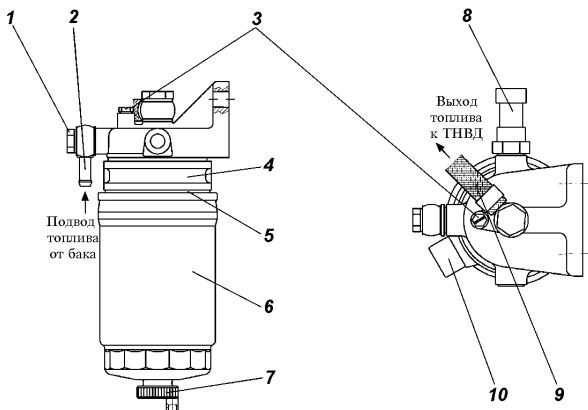

Рис. 9.35. Фильтр тонкой очистки топлива:
**Фильтр тонкой очистки топлива** (BOSCH, 0 450 133 256) показан на рис. 9.35.